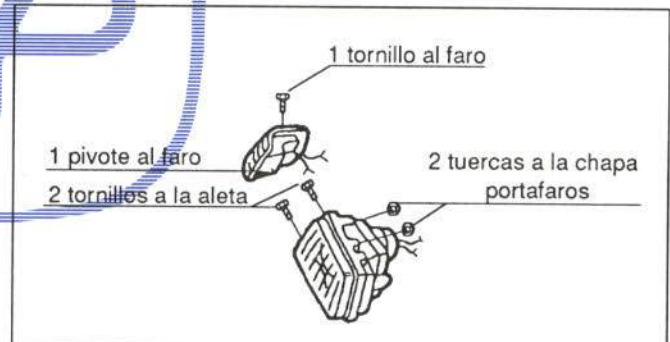

Figura 14.- Fijación del piloto
Su fijación se muestra en la figura 14.
- Piloto (figura 14)
- Faro (figura 14)
- Pilotos y faros (figura 14)